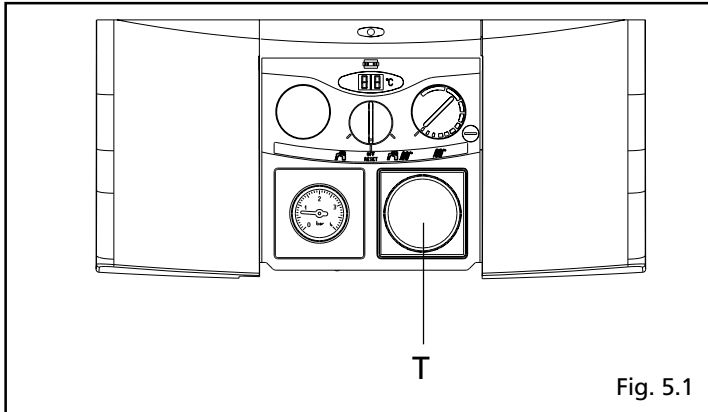

Fig. 5.1
- rimuovere dal cruscotto il copriforo (T) (fig. 5.1)